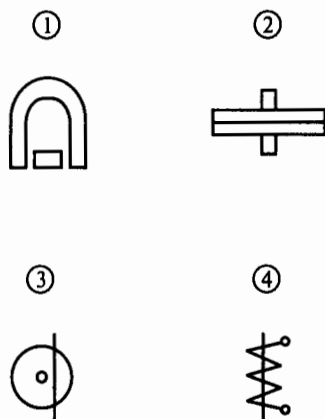

Рис. 163
**5.8.** Указать на рис. 163 обозначение приборов индукционной системы.